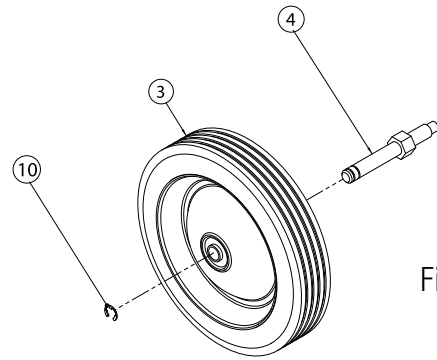

Figure 4
- As shown in figure 4, add one wheel (3) to each axle (4) and secure using one "E" retaining ring (10). Note: The "E" retaining ring should be placed in the retaining ring groove closest to the wheel.
4. Comme indiqué en figure 4, ajouter une roue (1) à chaque essieu (2) et l'attacher de façon sûre en utilisant une bague de retenue E (3).